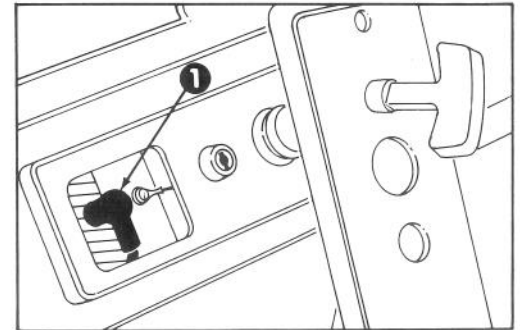

Figure 16
2. **ENLEVEMENT DE LA BOUGIE** (Fig. 16) — Débranchez le câble de la bougie et enlevez la bougie. Examinez la bougie et remplacez-la si elle est fendue, encrassée ou sale. **NE PASSEZ PAS AU JET DE SABLE, NE RACLEZ ET NE NETTOYEZ PAS LA BOUGIE CAR LA SALETTE PEUT SE DEGAGER ET TOMBER DANS LA CYLINDRE, CAUSANT AINSI DES DOMMAGES AU MOTEUR.**